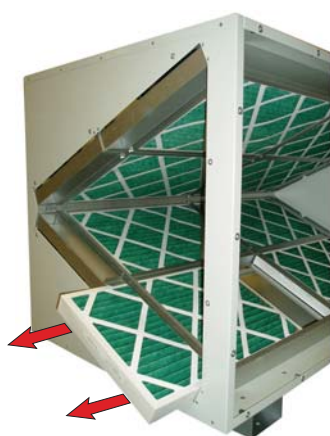

Figure 6.7
3. Retirez les filtres du boîtier, voir *Figure 6.7*.